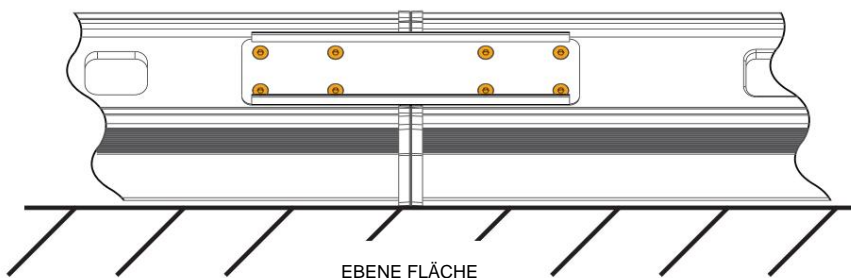
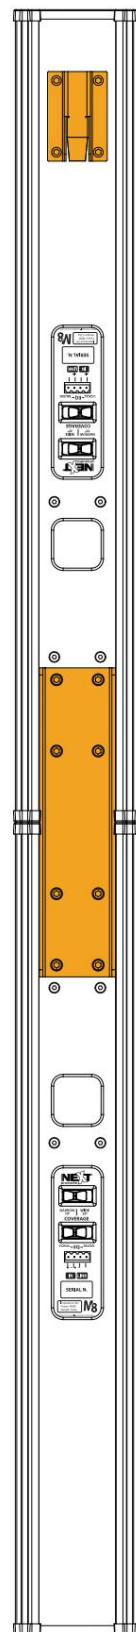

Abb. 14
Abb. 15
- 3 - Installieren Sie die Verlängerungsverbindungsplatte mit den im Kit enthaltenen Schrauben und Unterlegscheiben (Abb. 14). Beide Lautsprecheroberteile müssen zusammengefügt werden, wobei der obere Lautsprecher auf den Kopf gestellt werden muss (Abb. 15).